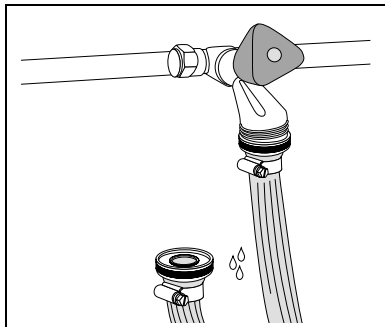

Fig. 11 Riempire la tubazione
- Collegare la tubazione al raccordo dell'acqua e riempire con acqua (fig. 11).